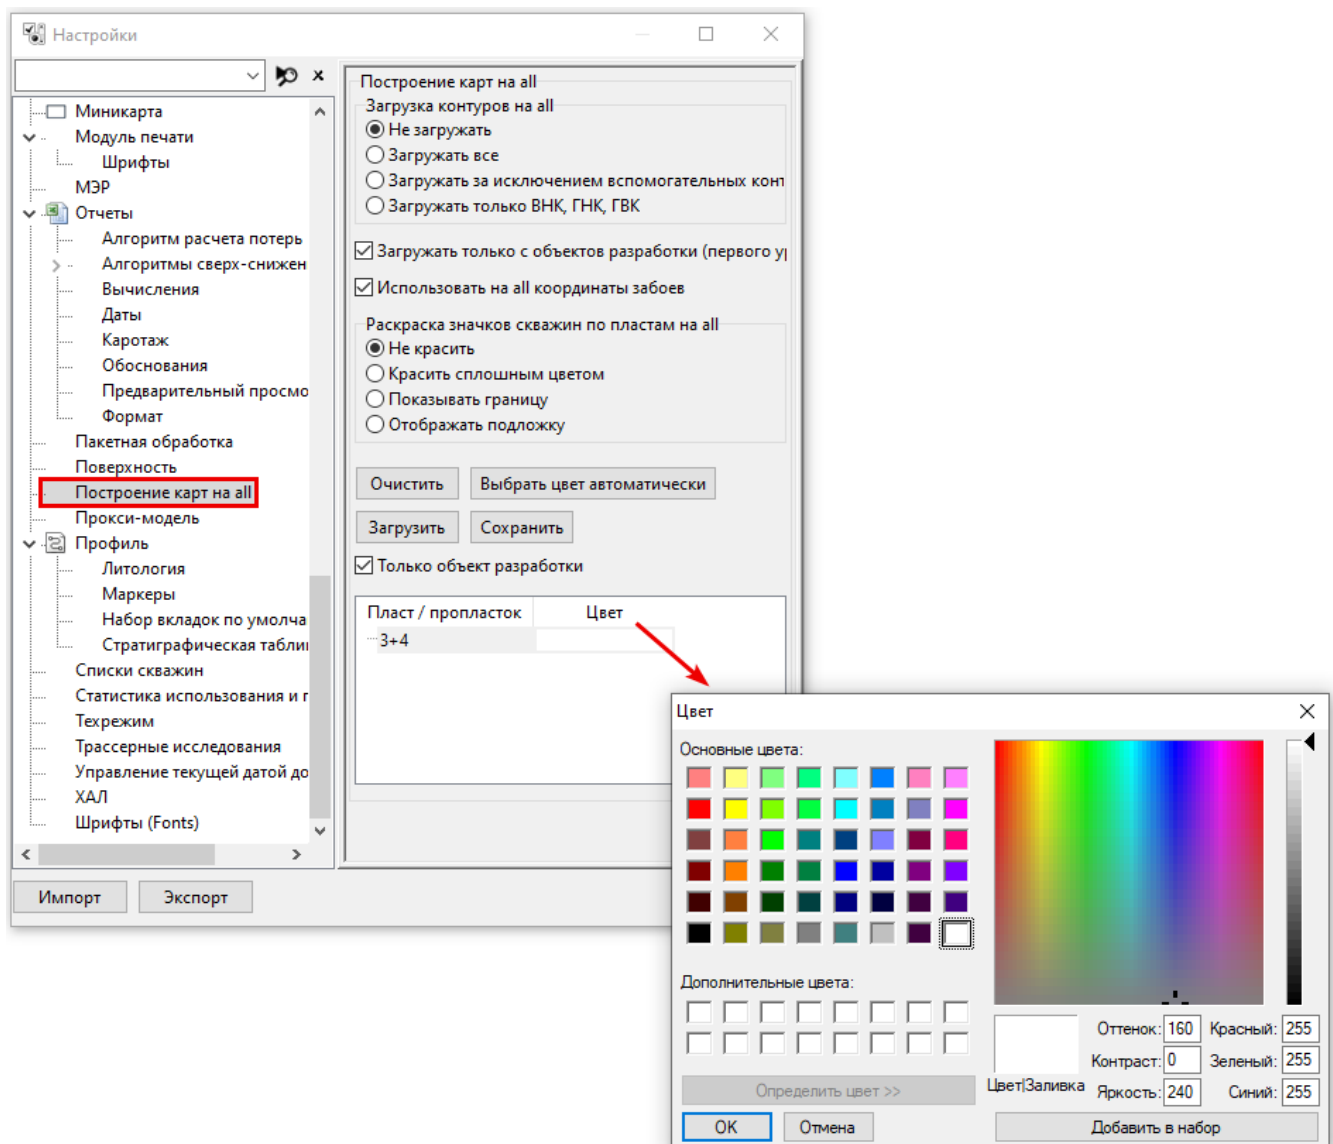

Рис. 51
- Раскрасить контуры по пластам. Предварительно цвет контуров можно задать в настройках программы, двойным кликом мыши напротив названия пласта/пропластка (меню *Сервис/Настройки/Построение карт на all*). См. рис. 51.